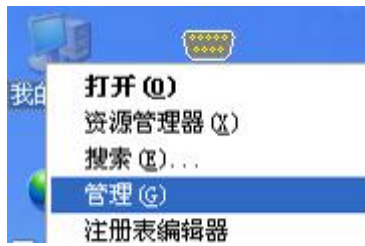
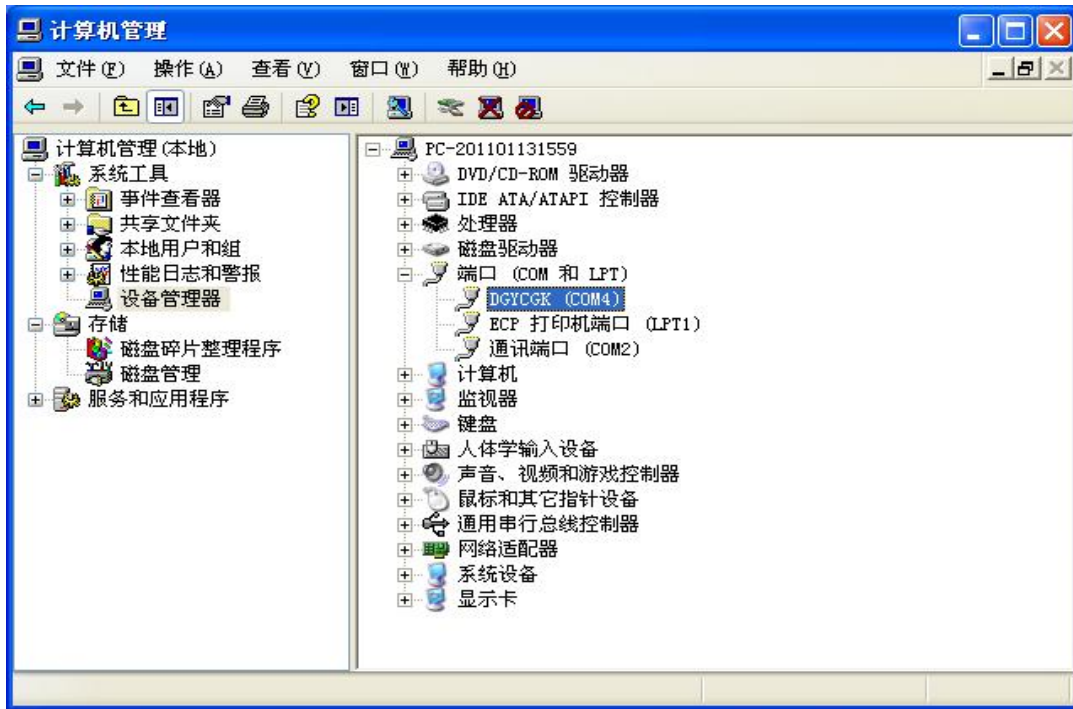

图 1-9-12
图 1-9-13 通信端口
- 6、右键单击“我的电脑”，选择“管理—设备管理器—端口”，查看 PPI 通信占用的端口为“COM4”，如图 1-9-12 及图 1-9-13 所示；